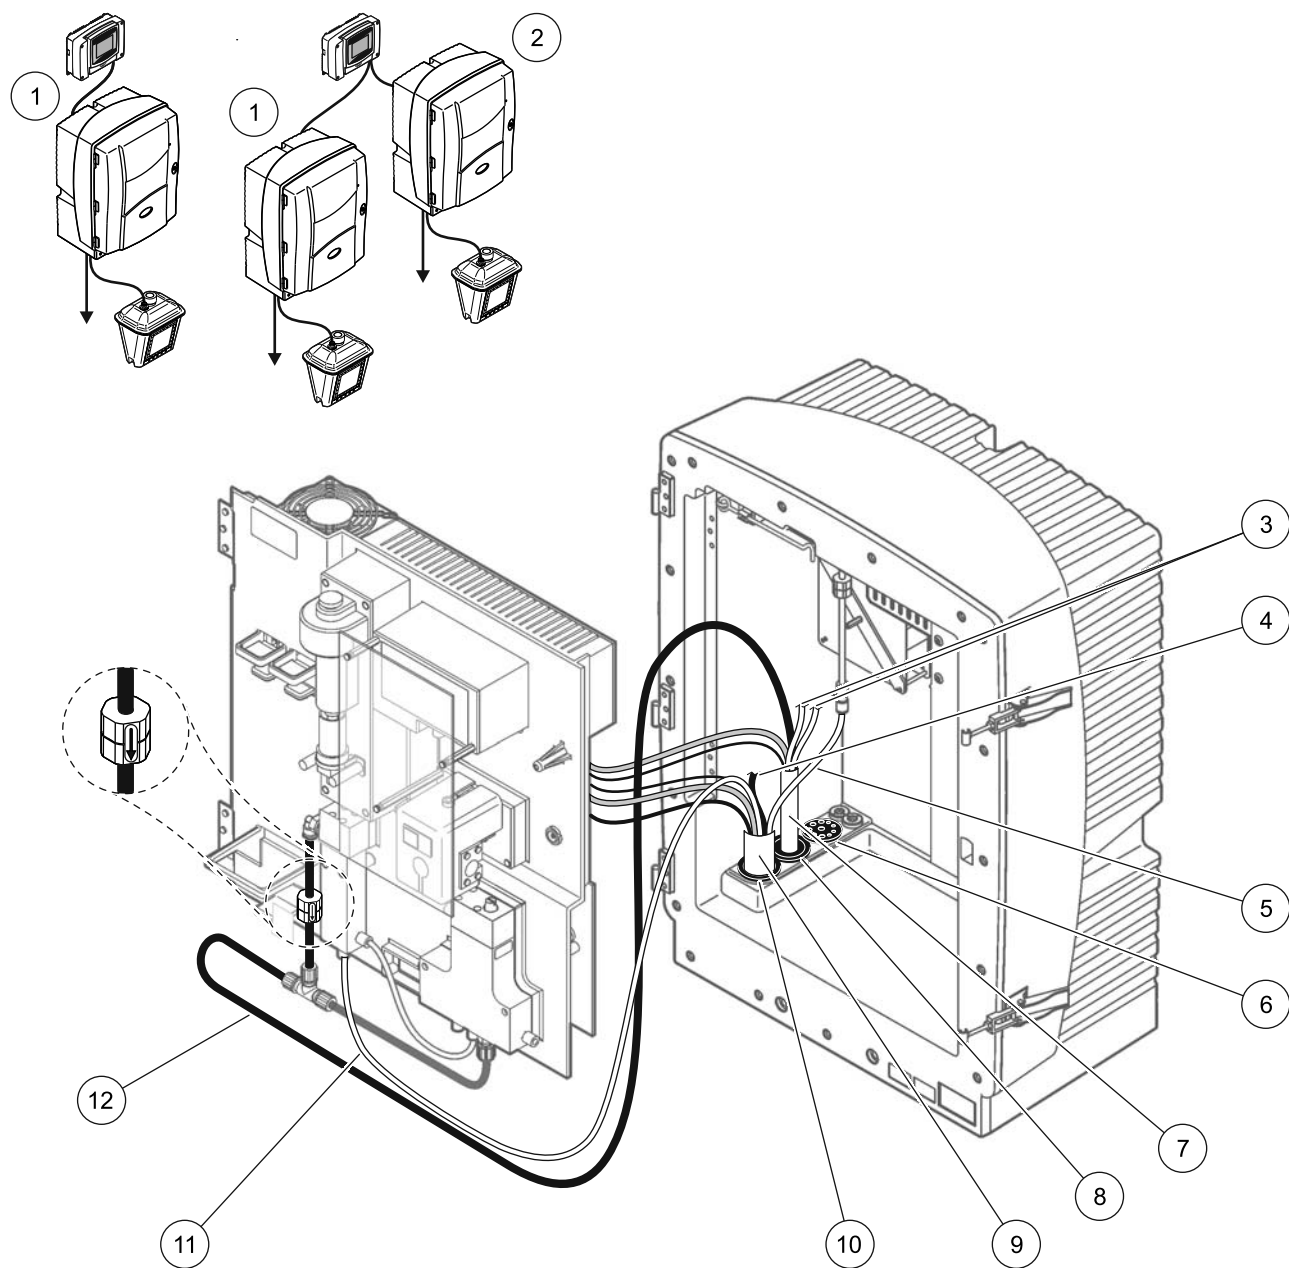

Рисунок 28 Монтаж версии 2
Для версии 2 смотрите Рисунок 28 и следующие инструкции:
2. Подсоедините шланг фильтра-пробоотборника sc (линии проб, электрокабели, дренажная трубка) через отверстие в анализаторе (Рисунок 28, позиция 9). Для фиксации используйте уплотняющую заглушку #2.